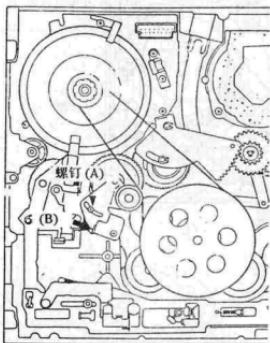

图71
步骤：①如图71所示，轻轻地用螺丝刀松开螺钉A；
②将扇形张力测量仪安装在箭头(B)所指的位置；
③当扇形张力测量仪读数为 40 ± 5 g时,拧紧螺钉A。